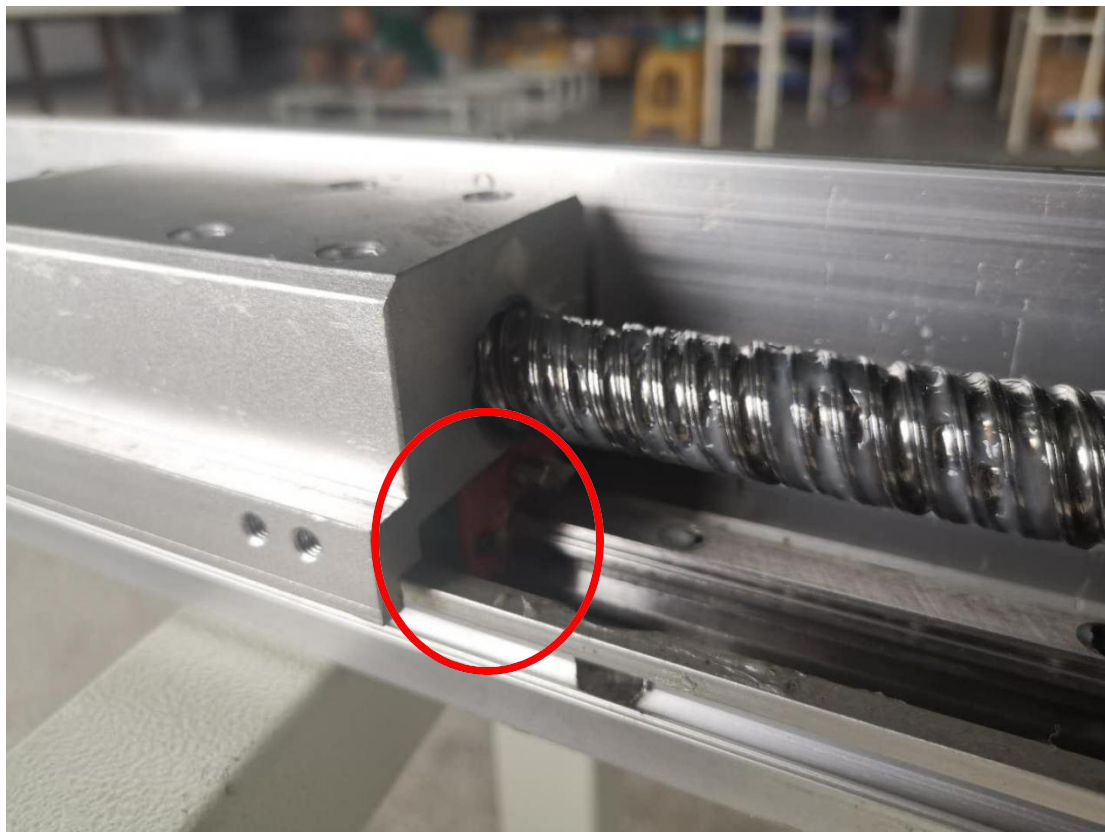

图 12
7) 每隔 3 个月，打开L 板，在滑块座上的注油口处用黄油枪对准加油孔注入适量黄油，以保证滑轨长期润滑、耐磨、稳定。如图 12: